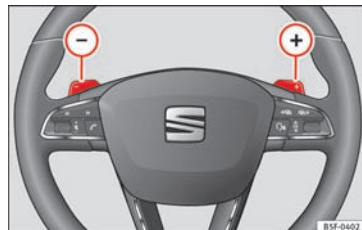

Fig. 188 Rat: gearvælger til automatisk gearkasse
- Tryk på skiftekontakten  » **Fig. 188** for at skifte et gear op.